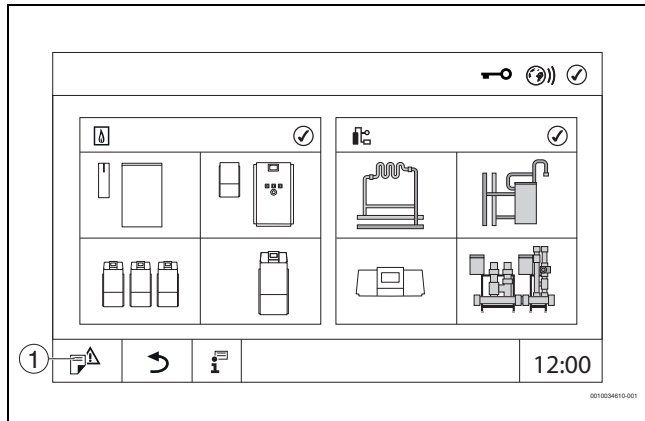

Bild 14 Servicemenü aufrufen (Beispiel)
- Symbol (→ Bild 14, [1]) ca. 5 Sekunden gedrückt halten.